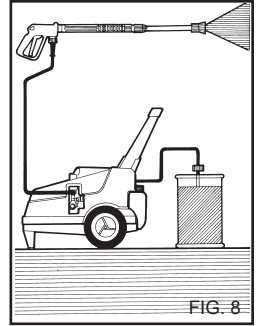

FIG. 8
Depois do uso, o circuito de sucção de detergente deverá ser enxaguado com água limpa (fig. 8).
1) Depois de usar o detergente, enxágue o circuito de sucção; enfie o tubo de sucção (fig. 8) de detergente num tanque contendo água limpa e faça com que a bomba funcione por um minuto com a torneira de dosagem completamente aberta e com a lança em fase de saída de detergente.
4) Depois da utilização do detergente, enxágue o circuito de sucção; enfie o tubo de sucção (fig. 8) de detergente num tanque contendo água limpa e faça com que a bomba funcione por 1 minuto com a lança em fase de saída de detergente.